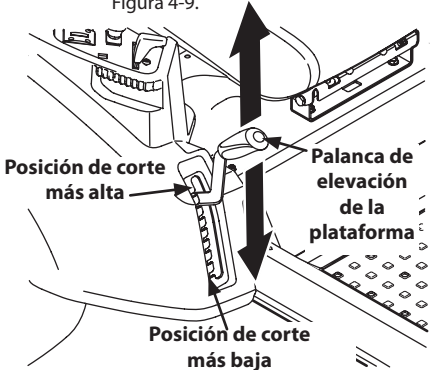

Figura 4-9
- a. Usando la manija de elevación de la plataforma, levante la plataforma a la posición que le ofrece mayor recorrido horizontal de la correa entre las poleas locas de la plataforma y la polea de la PTO en la base del motor. Consulte Figura 4-9.
- d. Baje la plataforma hasta la posición de corte más baja usando la manija de elevación de la plataforma. Consulte Figura 4-9.
- e. Baje la plataforma hasta la posición de corte más baja usando la manija de elevación de la plataforma. Consulte la Figura 4-9.
8. Ubique la manija de elevación de la plataforma en la posición de corte más elevada y deslice la plataforma hacia afuera desde abajo del tractor. Consulte la Figura 4-9.
1. Coloque la manija de elevación de la plataforma en la posición de corte más elevada. Vea la Figura 4-9.